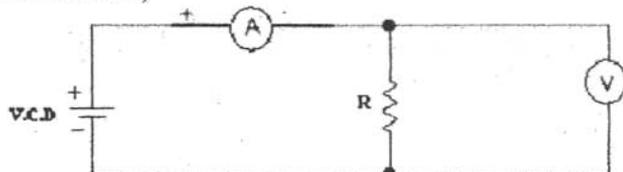

Figura 2.15
- c) Arme el circuito de la figura 2.15 considerando las resistencias medidas empleadas en el procedimiento b)